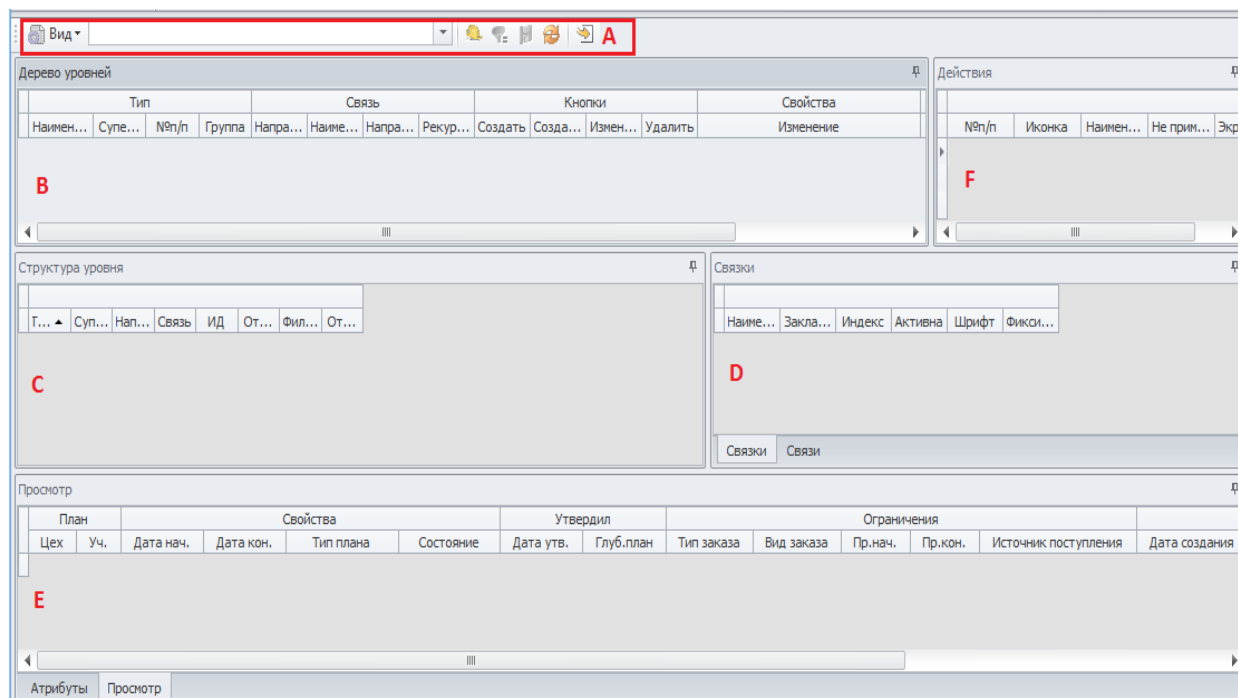

Рисунок 273: Окно редактора компоновок
- В результате — будет загружено окно редактора компоновок (рис. 273).